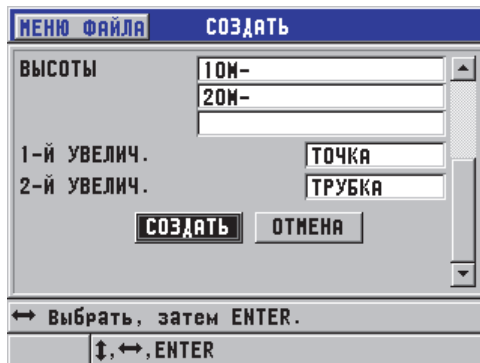

Рис. 6-25 Конфигурация диапазона ИД для бойлера
3. На второй странице диалогового окна **СОЗДАТЬ** (см. Рис. 6-25 на стр. 120):